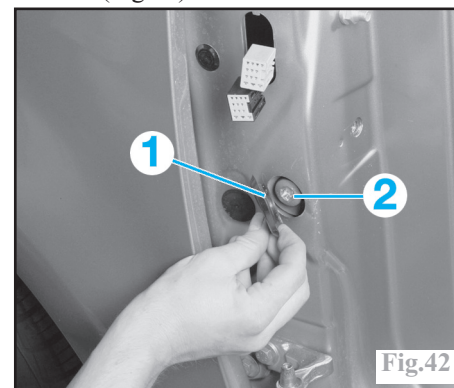

Fig.42
Déposer les obturateurs (1) G et D et les vis de fixation (2) de traverse de planche de bord (Fig.42)